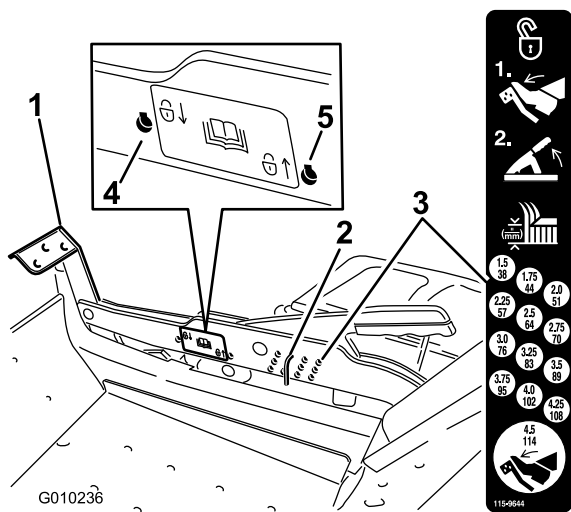

Bild 24
1. Treten Sie mit dem Fuß auf das Mähwerkhubpedal und heben Sie das Mähwerk in die Transportstellung an (auch die Schnitthöhe von 114 mm) (Bild 24).
2. Entfernen Sie den Splint zum Einstellen der Schnitthöhe aus der Schnitthöhenhalterung (Bild 24).
3. Wählen Sie ein Loch in der Schnitthöhenhalterung, das der gewünschten Schnitthöhe entspricht, und stecken Sie den Lastösenbolzen wieder ein (Bild 24).
2. Entfernen Sie den Stift aus der Schnitthöheneinstellhalterung (Bild 24).
3. Wählen Sie ein Loch auf dem Arretierschild und stecken Sie den Stift ein (Bild 24).